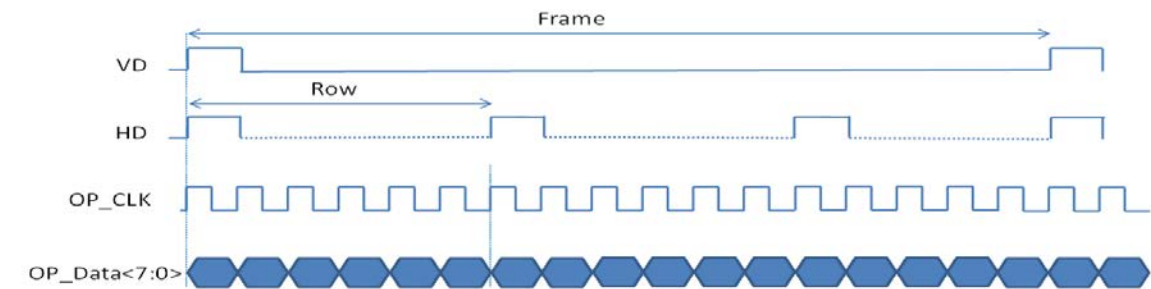

图 15: 8 通道 DVP 时序
**8 通道的 DVP 模式:** DVP 模式输出一行行的阵列数据。一帧标志位 VD 和一行标志位 HD 用来指示帧和行的边界。数据输出从 LSD 开始。时序如下图 15: